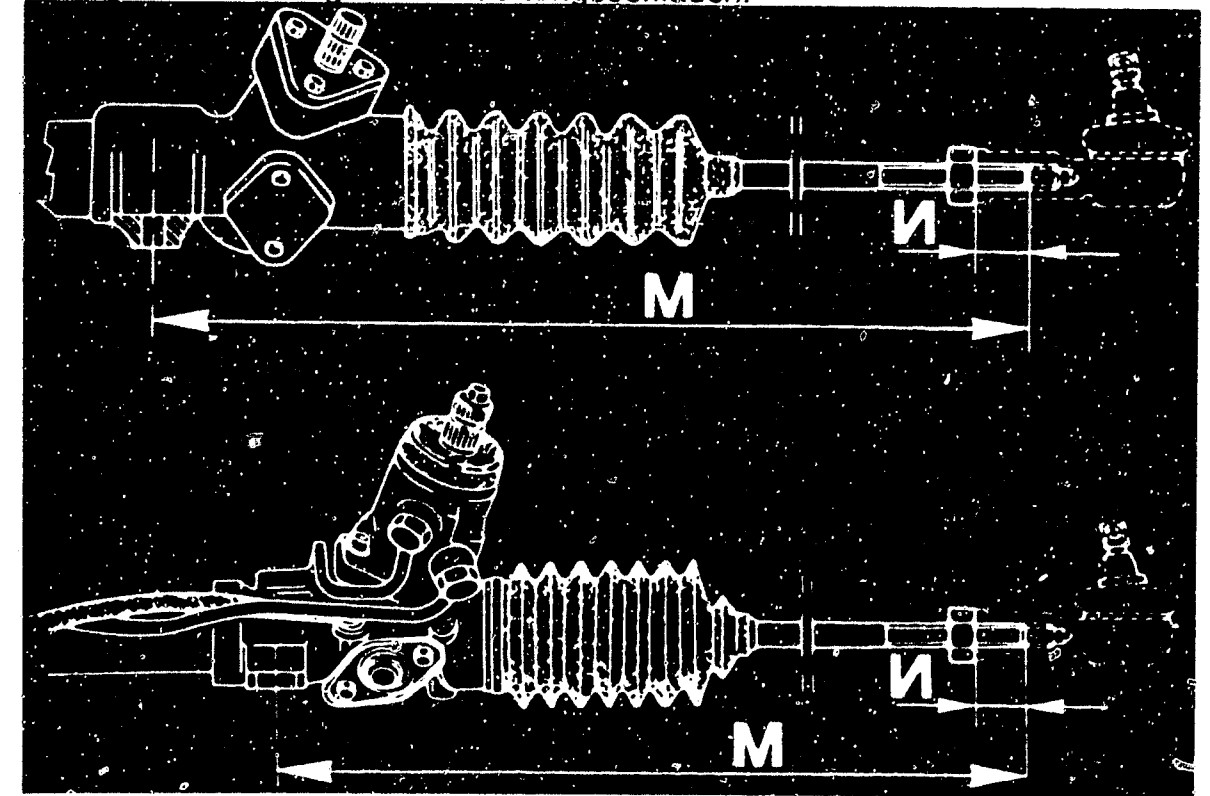

Bild 35 Grundeinstellungen an den beiden Lenkungstypen. M = 399,5 mm – N = 26,0 mm. Oben: Normale Zahnstangenlenkung; unten hydraulische Servolenkung.
c) Die **Vorspannung des Andrückkolbens** kann bei der mechanischen Lenkung eingestellt werden. Dazu ist die Einstellschraube (6 in Bild 35) mit 3Nm anzuziehen und wieder um 3 Rasten zu lösen. Danach ist zu kontrollieren, ob sich die Lenkung frei von Anschlag zu Anschlag bewegen lässt.